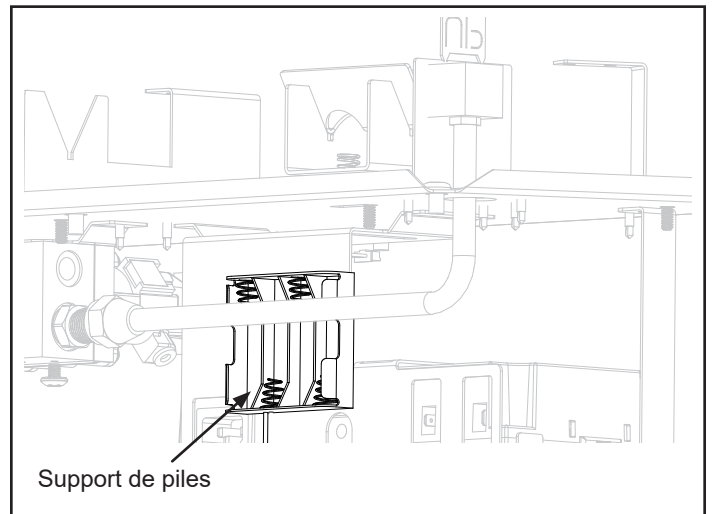
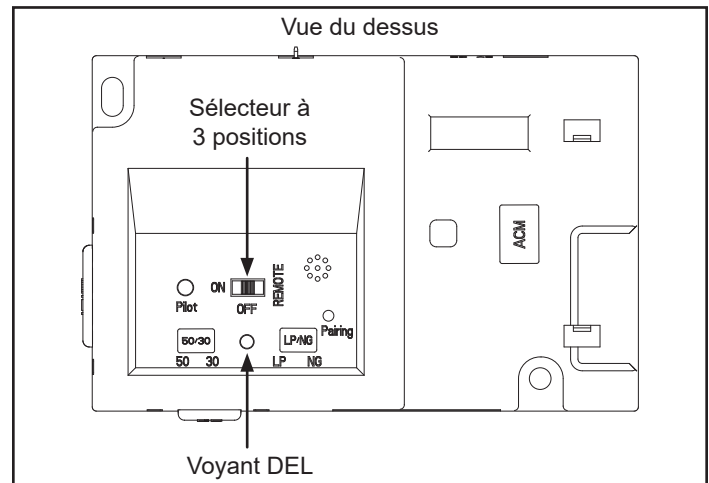

Figure 4.4 – Boîtier de piles
Figure 4.5 – Module IFT-ECM
2. Repérez le bloc-piles (situé à l'arrière du support du MCE) et insérez quatre piles AA (figure 4.4). La polarité des piles doit être correcte pour éviter d'endommager le module (figure 4.5). Un schéma complet du câblage se trouve dans la section Électricité du manuel d'installation de l'appareil.
1. Le module de commande électronique (IFT-ECM) possède un sélecteur ON/OFF/REMOTE à trois positions qui doit être placé dans la bonne position pour fonctionner correctement (figure 4.5). Lorsque vous changez la position du sélecteur, il est important de faire une pause à chaque position pendant 1 à 2 secondes.